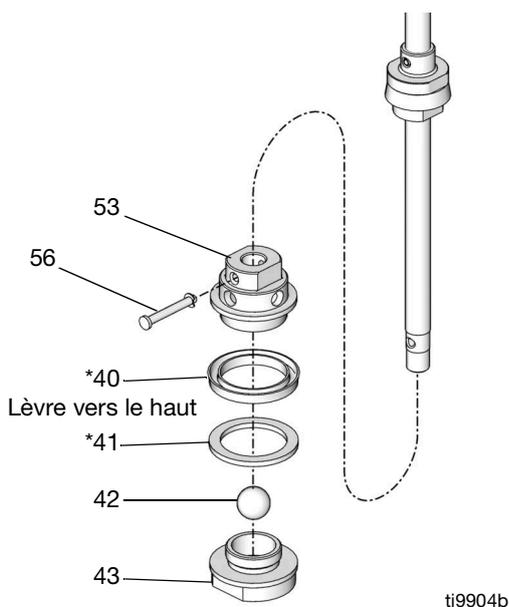

FIG. 20
9. Retirez la goupille (56). Retirez l'ensemble de la vanne de piston. Dévissez la vanne de piston (43) du corps du piston (53). Retirez la bague d'usure (41*), la coupelle en U (40*) et la bille (42). Inspectez toutes les pièces à la recherche de dommages. Voir FIG. 20.